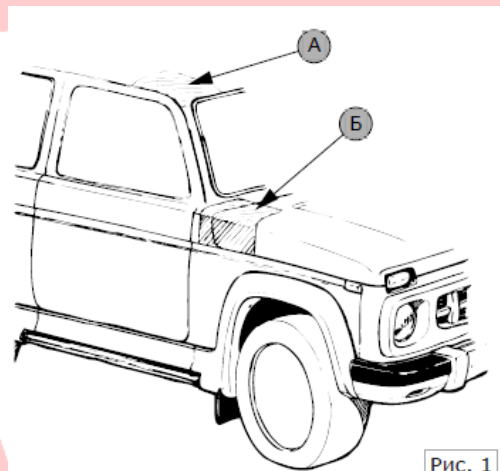

Рис. 1
2. Протереть и проклеить малярной лентой зоны А и Б (рис. 1) для удобства разметки и во избежание повреждений ЛКП при примерке и резке.
3. Совместить шаблон с кромкой капота и нарисовать на малярной ленте линию обрезки капота (рис. 1, зона Б).